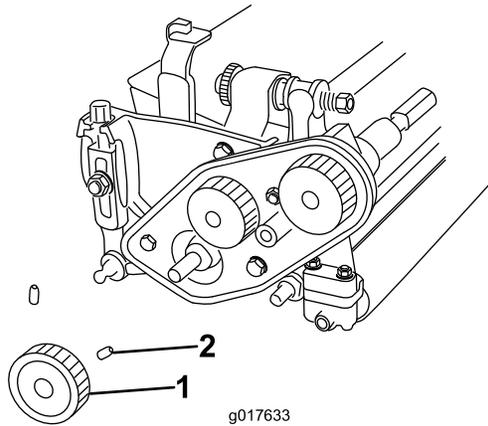

Figura 4
9. Afloje los 2 tornillos de fijación que sujetan la polea inferior y retire la polea del eje del molinete (Figura 4).
23. Instale la polea inferior en el eje de transmisión del molinete, sujetándola con los 2 tornillos de fijación al eje (Figura 4).